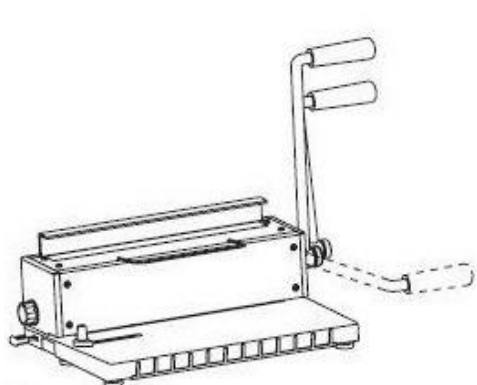

Рис.1
4. Опустите вниз рукоятку для перфорирования ,затем верните её в исходное положение (смотрите рис.1)